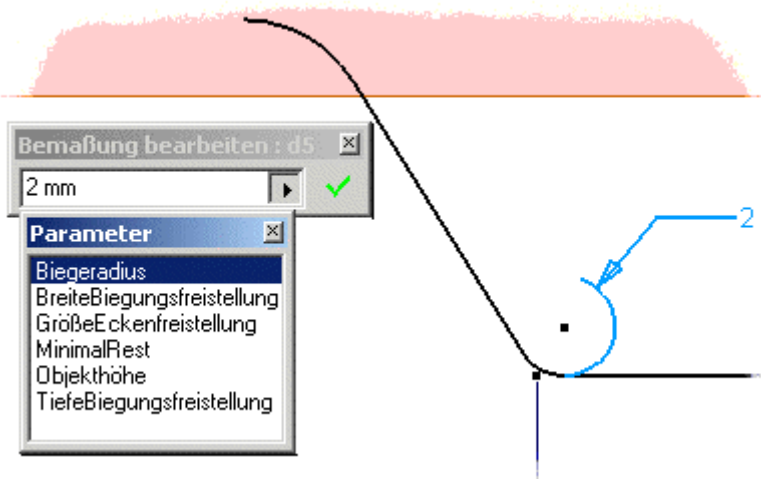

Bild 12: Parameterliste
10. Doppelklicken Sie den Radius 2. Klicken Sie im folgenden Dialog den Pfeil an der rechten Seite und wählen Sie aus der Liste *Parameter auflisten*. Alle benannten Parameter des Bauteils werden angezeigt (siehe Bild 12). Wählen Sie Biegeradius aus der Liste und schließen Sie den Dialog.